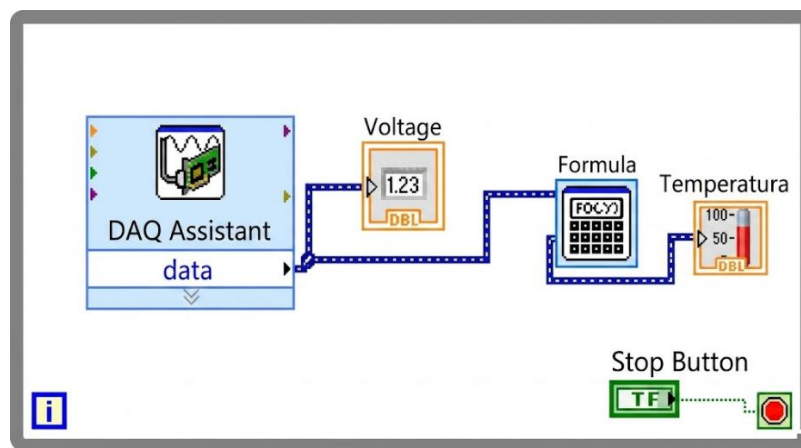

Figura 1.10. Programa para sensar una señal analógica de voltaje con la NI-DAQ
- Programe en LabVIEW el código mostrado en la figura 1.10.